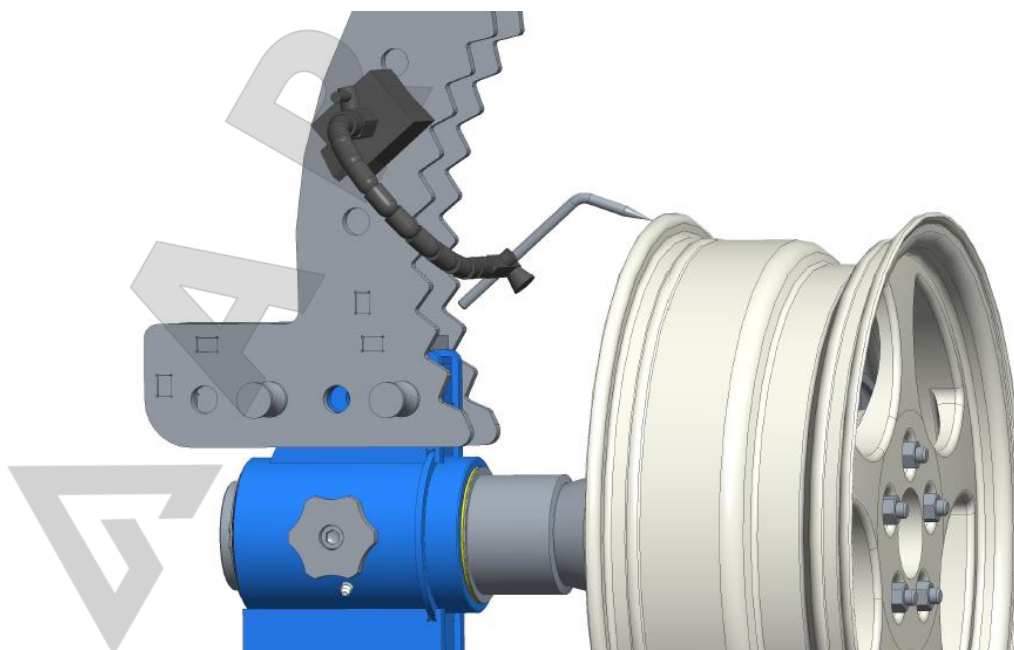

Рисунок 4. Определение места деформации диска.
7.3. Установить магнитную стойку с указателем биения на боковую поверхность моста, недалеко от места деформации диска. Подвести его заостренное окончание к ободу диска и зафиксировать в этом положении, см. рисунок 4. Вращая колесо рукой, отметьте те точки на ободе, где остриё указателя начинает отдаляться от поверхности обода или наоборот мешает вращению. Сектор, расположенный между полученными отметками, является зоной правки. Отведите остриё указателя биения из рабочей зоны.